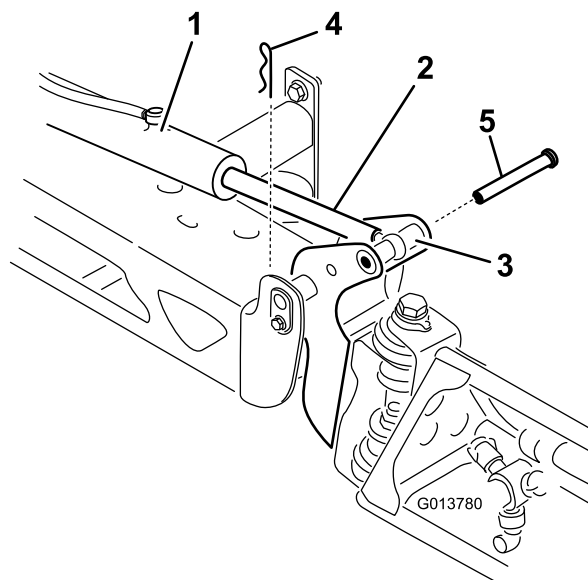

Figura 63
2. Retire o contrapino do pino de articulação (Figura 63).
3. Eleve rampa e retire o pino (Figura 63) e lentamente baixe a rampa para o solo.
- Enquanto segura na rampa, insira o pino através tanto da articulação da rampa como da barra do acionador (Figura 63).